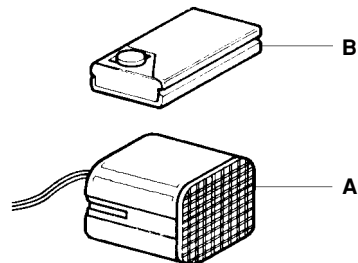

Fig. 4
- **ANTIFURTO** (Fig. 4): è possibile installare all'interno dello scudo anteriore (dietro al radiatore) un antifurto elettronico composto dalla centralina elettronica (A) con sirena e dal radiocomando (B). Questo antifurto è stato realizzato in collaborazione con la SPYBALL ed è molto semplice da installare.
- ELECTRONIC ALARM (Fig. 4): (made in collaboration with SPYBALL), consisting on an electronic box with horn (A) and remote control (B), very easy to install.